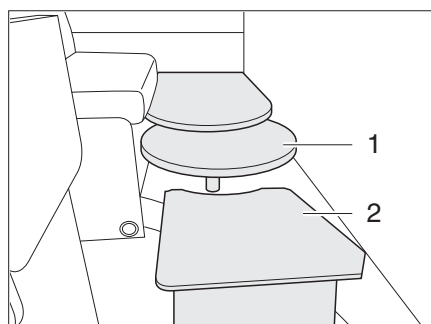

Fig. 39 Rallonge de lit (lit supplémentaire)
- Mettre la rallonge de lit (Figure 39,2) pour le lit supplémentaire sur la rallonge de table (Figure 39,1).